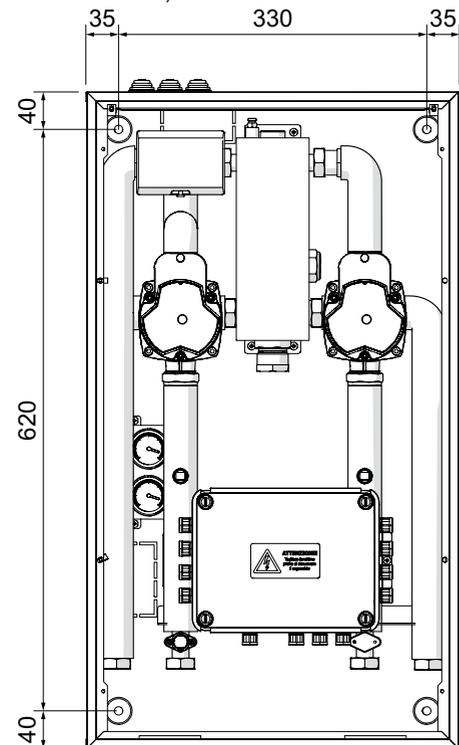

Figura 3.2
- Segnare nel muro i fori da effettuare rispettando le misure indicate in Figura 3.2.